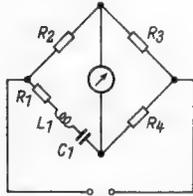
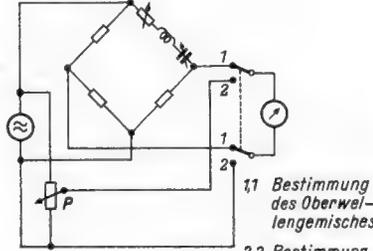

Bild 4. Resonanzmeßbrücke
Bild 5. Klirrfaktormeßbrücke
a) Ausführung (Bild 4)
**Ausführung der Klirrfaktormessung (Bild 5)**
Die Frequenzmeßbrücke (entweder eine Wien-Robinson- oder eine Resonanz-Brücke nach Bild 4) wird auf die Grundwelle abgeglichen. Im Nullzweig wird der Effektivwert der Oberwellen mit einem quadratisch anzeigenden Meßinstrument (Röhrenvoltmeter) bestimmt. Wird nun das Potentiometer P in Bild 5 so eingeregelt, daß sich in den beiden Schalterstellungen 1 und 2 gleiche Ausschläge ergeben, so kann bei entsprechender Eichung von P direkt der Klirrfaktor abgelesen werden.
Die in Bild 5 besprochene Schaltung wird nicht allgemein angewendet. So benutzt man normalerweise zur Bestimmung des von einer Röhre verursachten Klirrfaktors eine Kompensationsmethode. Hierbei entfällt eine Frequenzabstimmung. Voraussetzung ist aber, daß die Eingangsspannung (Meßspannung) sinusförmig, also unverzerrt ist. Bei diesem Verfahren wird keine „Frequenzbrücke“ verwendet. Die Schaltung wird jedoch hier der Vollständigkeit halber ebenfalls aufgeführt.
$$\mathfrak{G}_1 = G_{el} + j\omega (C_{el} + C_{gk} + C_{F1}) \text{ (vgl. Bild 4)}$$